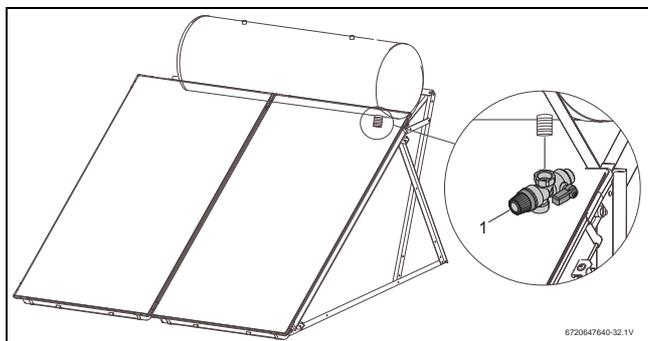

Fig. 78 Montar o grupo de segurança
▶ Montar o grupo de segurança de 10 bar na entrada da água sanitária (Fig. 78).
**i** Se a pressão de entrada de água for superior a 80% da pressão máxima do acumulador (10 bar), instalar uma válvula redutora. Devido às diferenças de temperatura e de pressão ao longo de um dia, poderá sair água pelo grupo de segurança (Fig. 78, [1]). Assegurar uma escoamento adequado da água. Nunca obstruir a saída de purga do grupo de segurança.